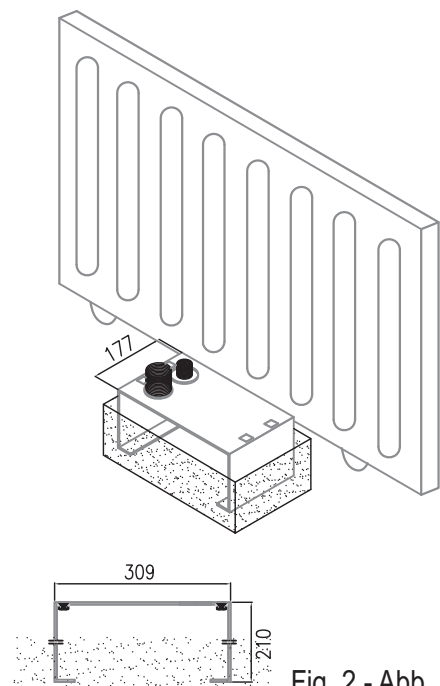

Fig. 2 - Abb. 2
1. Eseguire uno scavo di fondazione, tenendo conto delle misure della piastra di fondazione (Fig. 2).
**Prestare molta attenzione al verso di montaggio. I fori per il passaggio delle canaline devono trovarsi a sinistra (fig.2).**
1. Creuser un trou, en tenant compte des dimensions de la plaque de fondation (Fig. 2).
**Faire très attention au sens de montage. Les trous pour le passage des gaines doivent se trouver à gauche (fig. 2).**